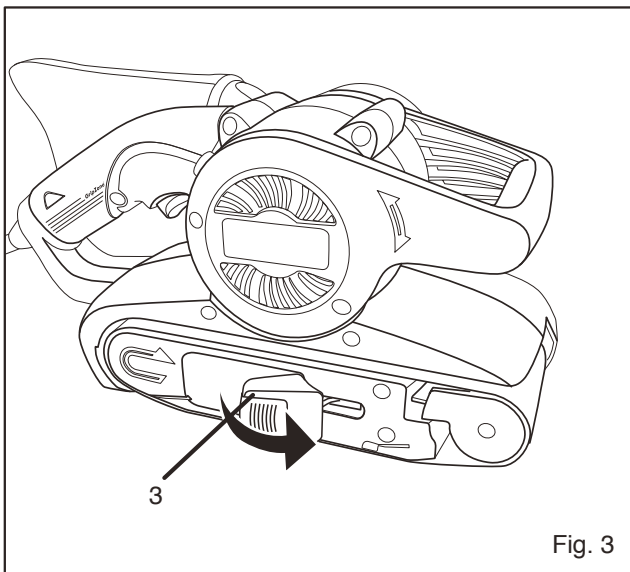

Fig. 3
### **TROCA DA CINTA ABRASIVA (FIG. 3 a 4)**
- Deite a lixadeira de lado e puxe a alavanca (3) para retrain o cilindro dianteiro e soltar a cinta (fig. 3).